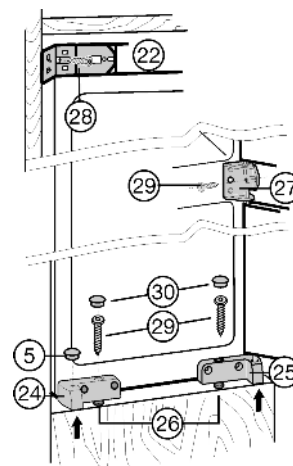

Fig. 15
- ▶ Закрепите устройство сверху: Прижмите устройство к мебельной стенке и завинтите винт для стружечной плиты Fig. 15 (28) через крепежный уголок Fig. 15 (22).
- ▶ Зафиксируйте устройство посередине: с помощью крепежного винта Fig. 15 (27) и винта для стружечной плиты Fig. 15 (29).
- ▶ Закрепите устройство снизу: при помощи винтов для стружечной плиты Fig. 15 (29) через регулировочные винты Fig. 15 (26) в кронштейне Fig. 15 (24) и кронштейне Fig. 15 (25).